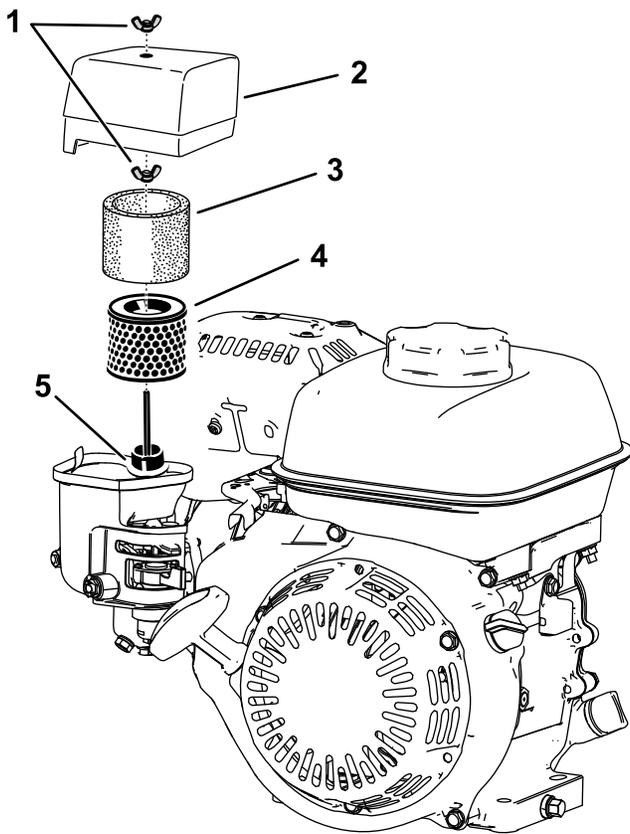

Bild 33
- Entfernen Sie die Flügelmutter, mit dem die Luftfilterabdeckung befestigt ist (Bild 33).